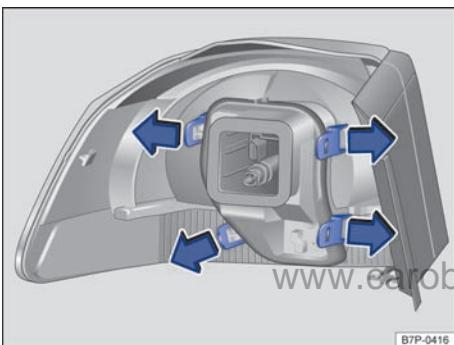

图 280 车身中的尾灯：拆下灯泡座
7. 沿箭头方向按压灯泡座的锁止接片 → 图 280，然后取下尾灯。
10. 将灯泡座装入尾灯中。必须可听到锁止接片 → 图 280 的卡止声。